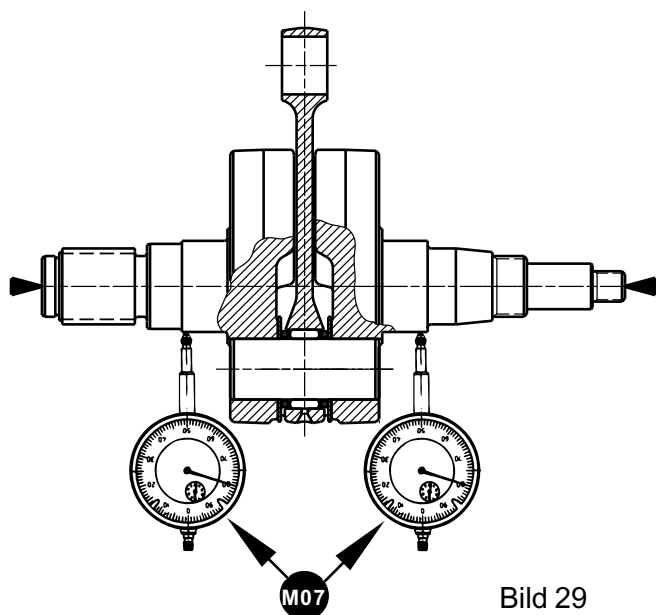

Bild 29
- ✓ Schlag der Kurbelwelle kontrollieren (siehe Bild 29).